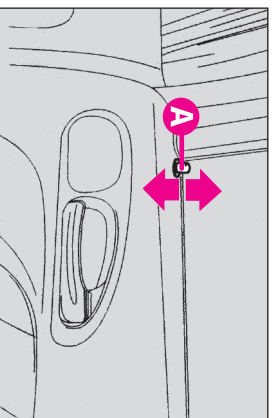
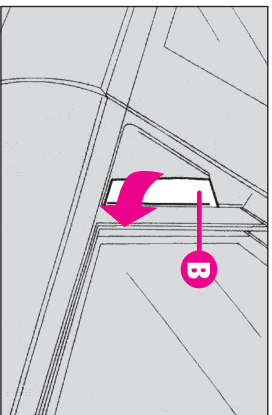

fig. 1
fig. 2
- Pentru a deschide ușa, cu butonul ridicat (A-fig. 1) și trageți de maneta de deschidere (B-fig. 2).
- Pentru a închide ușa, apăsați butonul (A-fig. 1) și apoi închideți-o.